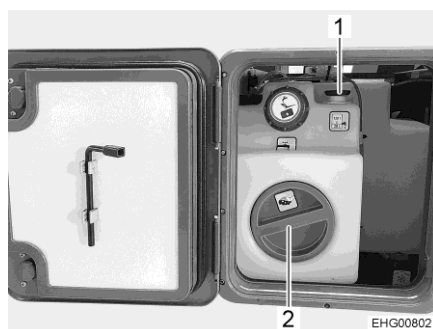

Fig. 185 Réservoir d'eau avec poignée tournante
- Faire tourner à fond dans le sens des aiguilles d'une montre la poignée tournante (Fig. 185,1) située sur le réservoir d'eau.
- Faire tourner la poignée tournante (Fig. 185,1) située sur le réservoir d'eau dans le sens inverse des aiguilles d'une montre jusqu'à ressentir une résistance. L'eau s'écoule jusqu'à ce qu'il n'en reste que 20 litres.